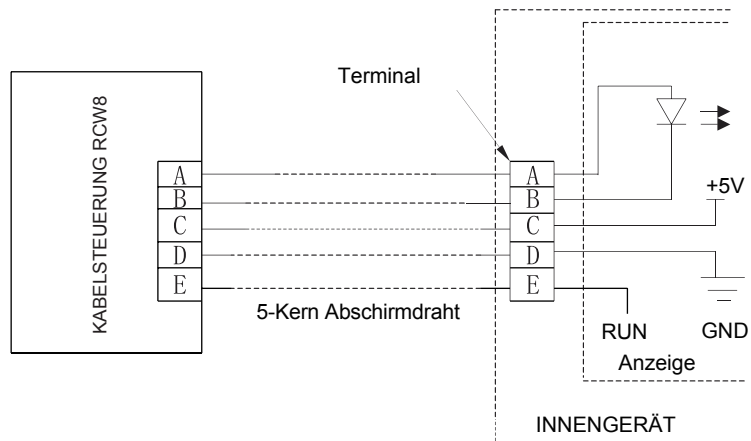

Abb. 5
- (1)- Ziehen Sie die zweiadrige Signalleitung aus dem Befestigungsloch heraus, und ziehen Sie diese Leitung durch das runde Loch, das sich am unteren Ende des kabelgebundenen Controllers befindet.
- (2)- Verwenden Sie zum Befestigen der Sohle des kabelgebundenen Controllers an der Wand die M4×25 Schrauben.
- (3)- Befestigen Sie die Signalleitung an Aufhängern A/B/C/D/E. Stellen Sie sicher, dass die Leitung fest und kurzschlussfest angebracht ist. (Abb. 5)
- (4)- Fügen Sie das Panel und das untere Ende zusammen.